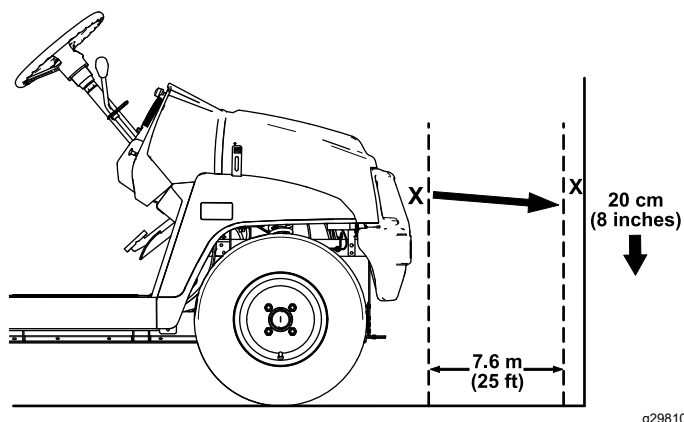

Figura 46
1. Parcai mașina pe o suprafață plană, cu farurile la aproximativ 7,6 m de un perete (Figura 46).
Cea mai luminoasă parte a fasciculului farului trebuie să fie la 20 cm sub marcajul efectuat pe perete (Figura 46).